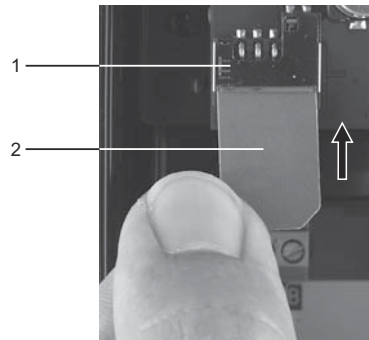

Fig. 4 Insertion de la carte SIM
3. Insérer la carte SIM dans le CIM 260 ou le CIM 280. Voir fig. 4.
Le bord oblique de la carte SIM doit se situer en bas. Voir fig. 4.